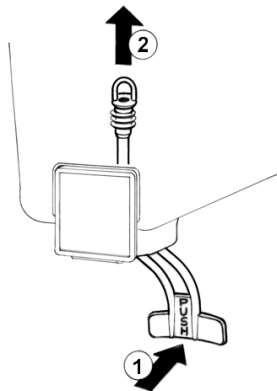

figura 4
5 Grifo con tubo de goma: empujar la palanca mando grifo (1) y sacar (2) el tubo goma de salida desde su situación vertical en el fondo del contenedor (ver figura 4).